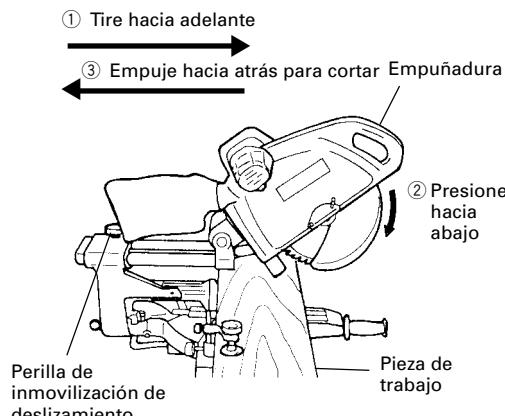

Fig. 21
- (1) Piezas de trabajo de hasta 107 mm (4-7/32") de altura y 305 mm (12") de anchura: Afloje la perilla de inmovilización de deslizamiento, sujeté la empuñadura, y deslice la hoja de sierra hacia adelante. Despuose presione hacia abajo la empuñadura y deslice la hoja de sierra hacia atrás para cortar la pieza de trabajo como se indica en la Fig. 21. Esto facilitará el corte de piezas de trabajo de hasta 107 mm (4-7/32") de altura y 305 mm (12") de anchura.
- (2) Piezas de trabajo de hasta 120 mm (4-23/32") de altura y 260 mm (10-7/32") de anchura: Las piezas de trabajo de hasta 120 mm (4-23/32") de altura y 260 mm (10-7/32") de anchura podrán cortarse de la misma forma que la descrita en el párrafo 5-(1) anterior.
- * Para el corte deslizable, siga los procedimientos indicados en la Fig. 21 anterior. El corte deslizable hacia adelante (hacia el operador) es muy peligroso porque la hoja de sierra puede salir despedida de la pieza de trabajo. Por lo tanto, deslice siempre la empuñadura alejándola de usted mismo.